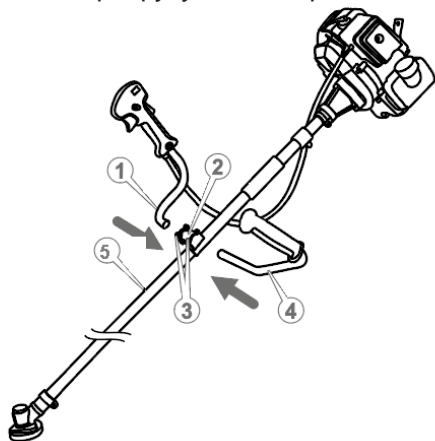

Рисунок 3. Схема встановлення руків'їв виробу.
- на кронштейні (2, рис. 3) викрутити шестигранним ключем чотири гвинти (3, рис. 3) і роз'єднати його;
- встановити верхню і нижню частини кронштейна (2 рис. 3) на «штангу» (5, рис. 3) і з'єднати так, щоб частини руків'я вільно входили в отвори кронштейна;
- розташувати кронштейн таким чином, щоб руків'ями було зручно керувати мотокосою, а трос (11, рис. 1) керування дроселем і запалюванням був послаблений, та затягнути до упору гвинти (3, рис. 3). Перевірити надійність кріплення руків'їв — прокручування в кронштейні не допускаються.